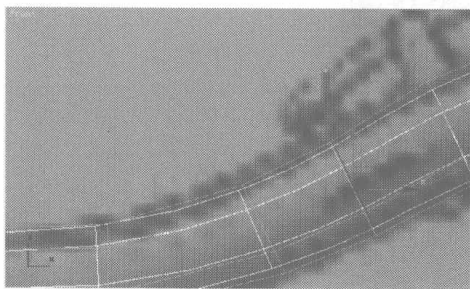
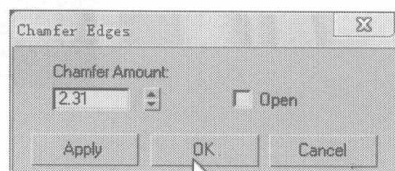
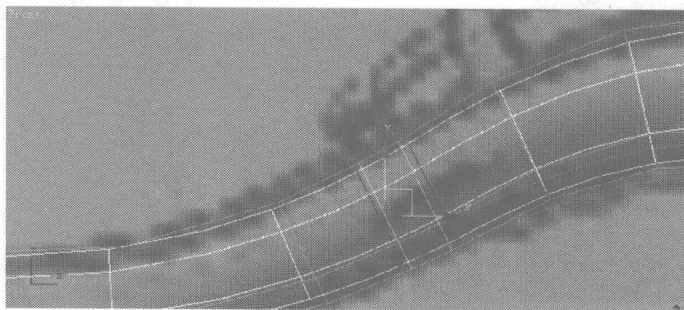

图 2.212
图 2.213
图 2.214
- 16** 选择如图 2.212 所示的曲线，单击 **Chamfer**  右边的小按钮，在弹出的对话框中设置参数，如图 2.213 所示，倒角结果如图 2.214 所示。